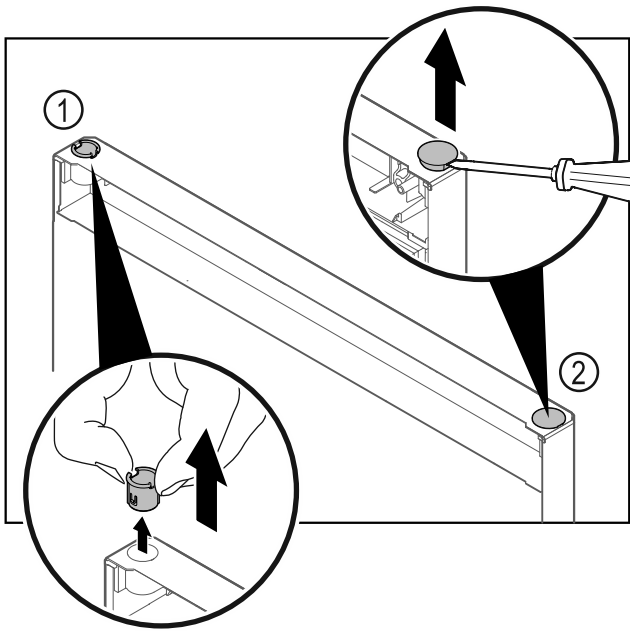

Fig. 26
- ▶ Húzza ki az ujjjaival a csuklópánt-perselyt Fig. 26 (1).
- ▶ A fedődugót Fig. 26 (2) egy lapos csavarhúzóval óvatosan emelje meg és húzza ki.